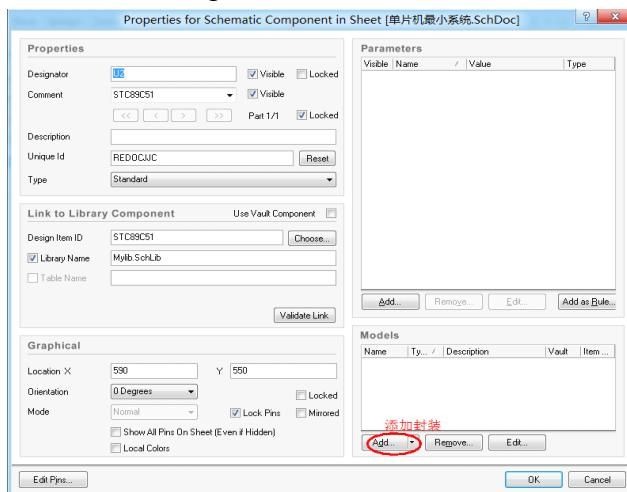
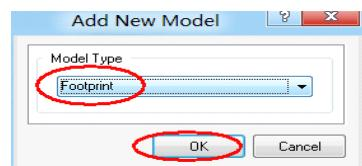

图 6-6.52 元器件属性对话框
图 6-6.53 增加新模型
**Step1:** 在原理图界面选中单片机，双击鼠标左键，此时会弹出元器件属性对话框如图 6-6.52 所示。单击 Models 选项框的 Add 添加封装模型。在弹出的对话框中选择 Footprint。如图 6-6.53 所示。